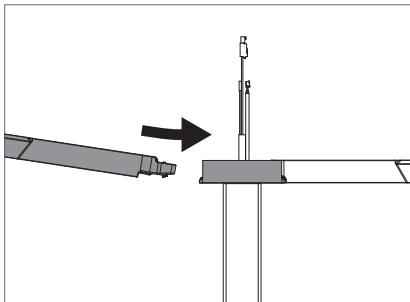

Fig. 8: Monter la tête du luminaire 2.
- ▶ Faites basculer légèrement le bras F de la deuxième tête du luminaire vers le bas jusqu'à la butée dans l'adaptateur, voir Fig. 8.